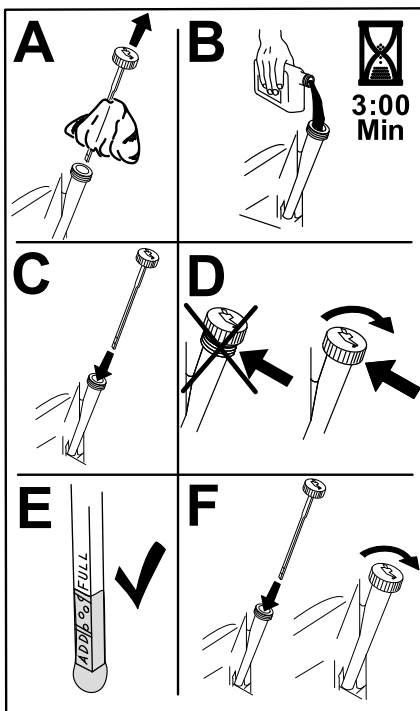

Figura 41
6. Vierta lentamente un 80% aproximadamente del aceite especificado por el tubo de llenado, luego añada lentamente el resto del aceite hasta que llegue a la marca de Lleno (Figura 41).